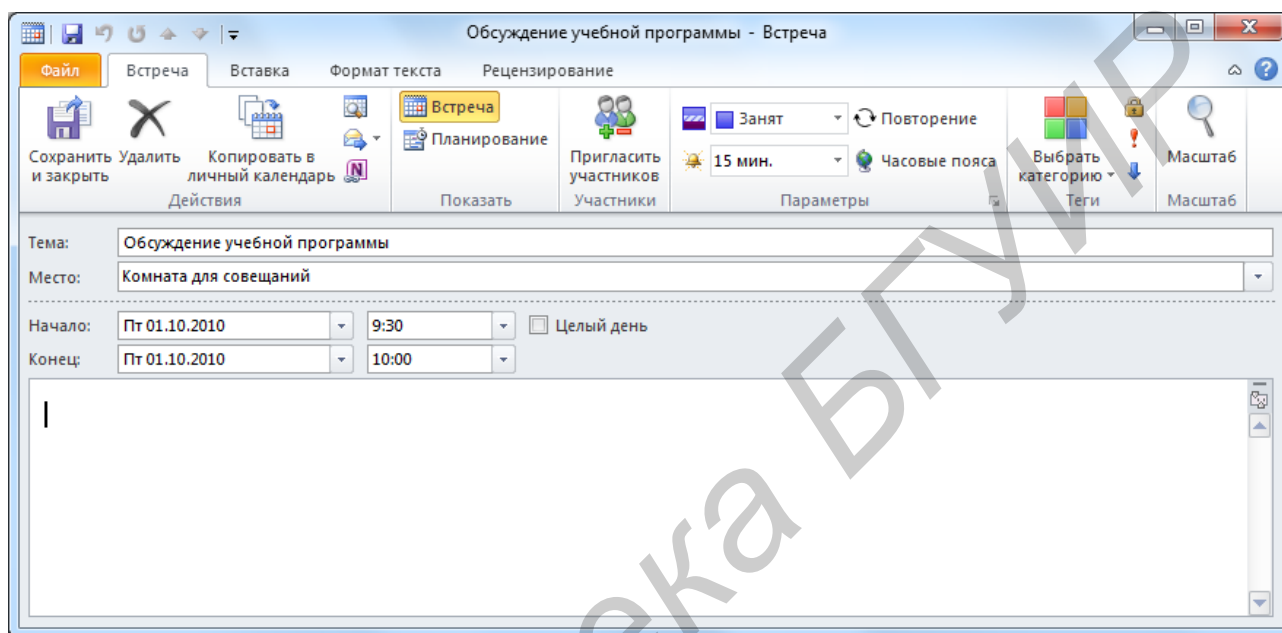

Рис. 3.8. Окно Встреча
1. Откройте окно параметров встречи двойным щелчком по теме или по пустой строке в *Ежедневнике* (рис. 3.8).